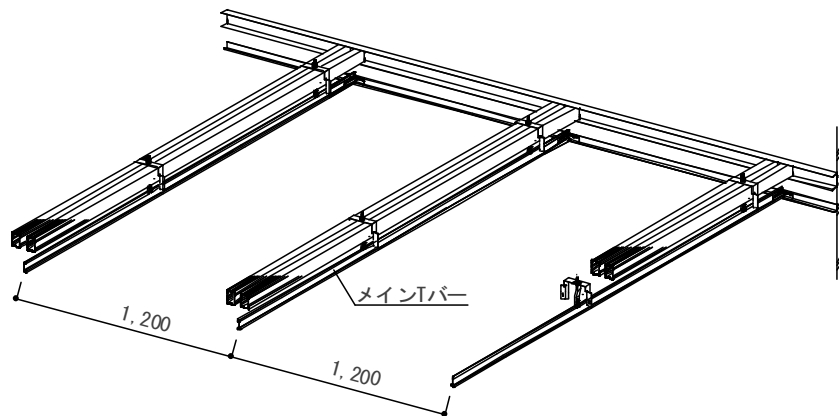

図2-8 メインTバーの設置
①メインTバーはSQバーと並行に 1200mm ピッチで設置する。(図 2-8 参照)